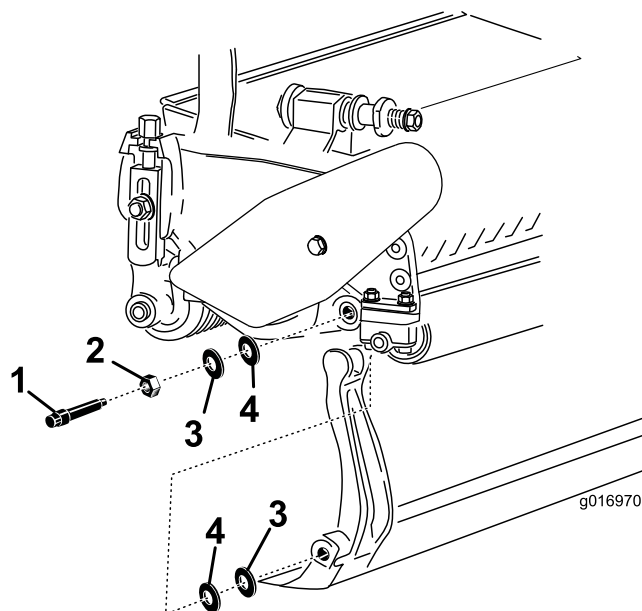

図 24
ベッドバーの両端にナイロンワッシャとスチールワッシャが2枚ずつあるので注意する 図 24。
3. サイドプレートのボスの両側にナイロンワッシャを入れる。その外側からスチール製ワッシャを取り付ける (図 24)。